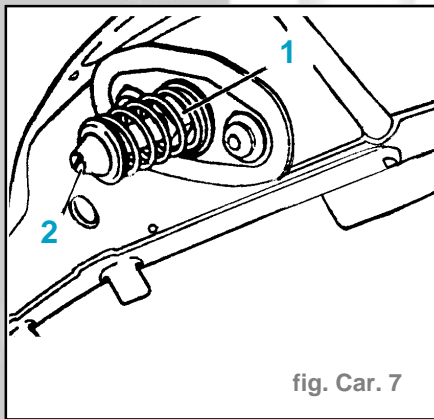

fig. Car. 7
- Pour le réglage en hauteur du capot avant, desserrer le contre-écrou (1) et agir sur le tourillon de verrouillage (2) (fig. Car. 7).